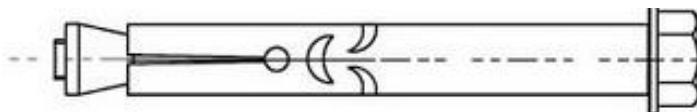

Рисунок 7.4.1 –Анкерный болт
3) В отверстия установить анкер (рис. 7.4.1).